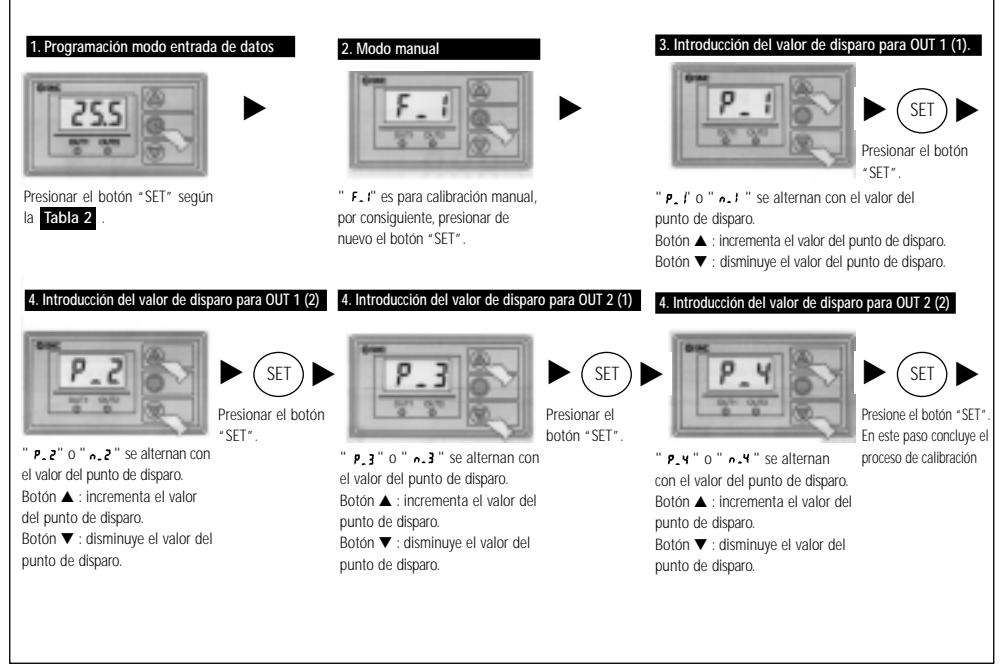

Figura 8
**Programación manual (Figura 8)**